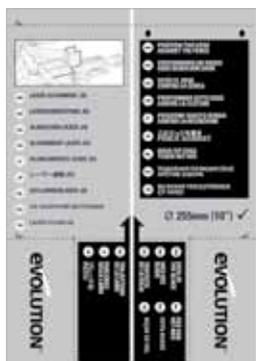

Fig. 8c
- Abbassare la testa di taglio e tracciare il percorso della lama attraverso la mascherina facendo scorrere avanti e indietro la testa di taglio (**Fig. 8c**).